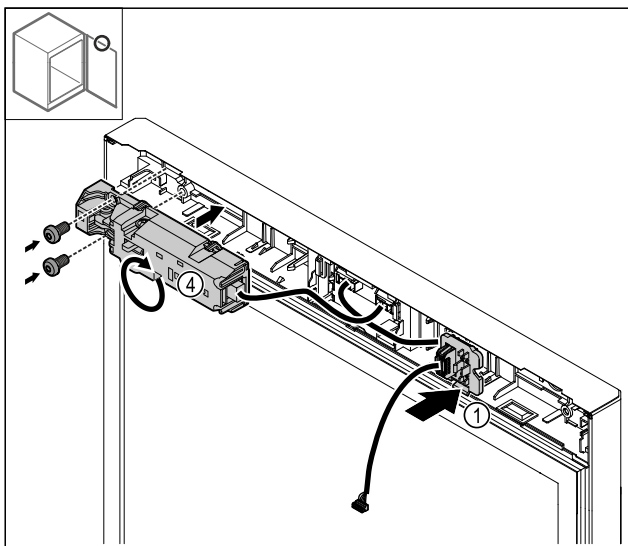

Fig. 28
- ▶ Stekkerhouder Fig. 28 (1) op de tegenoverliggende zijde vastklikken.
- ▶ Elektrisch slot Fig. 28 (4) met 180° draaien en aan de tegenovergestelde zijde bevestigen.